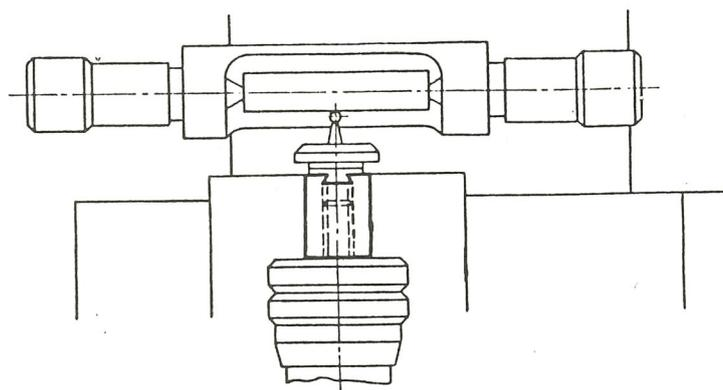

Abb. 2
- b) c'est en partant des deux coulisseaux de dressage que l'on ajuste les dispositifs à copier (voir fig. 2)